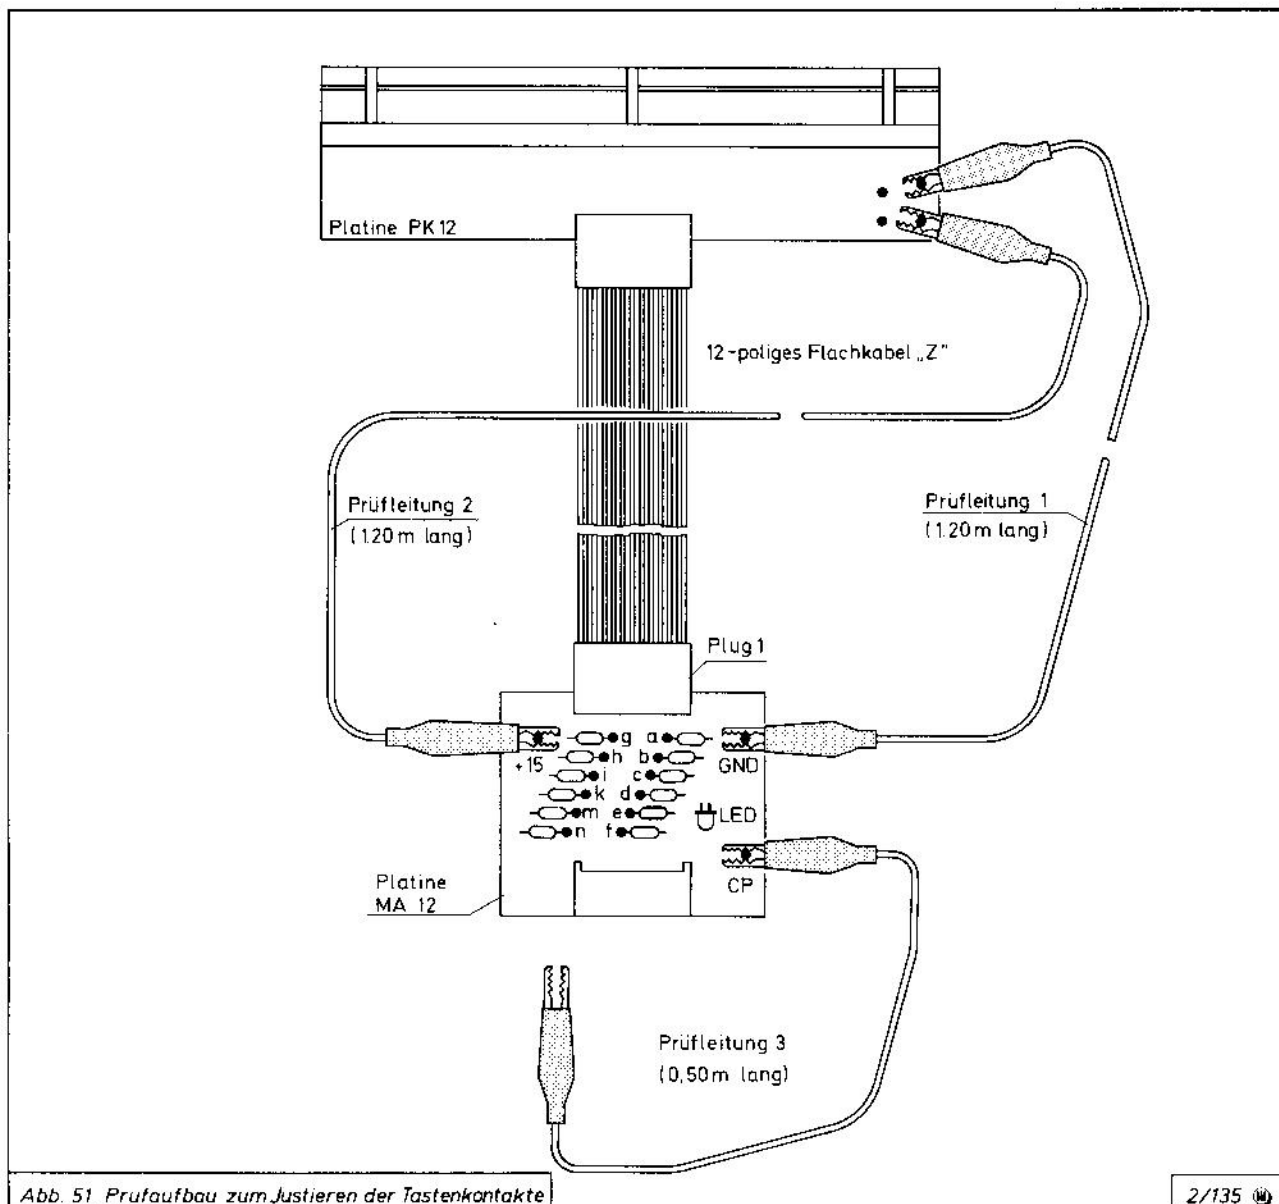

Abb. 51 Prüfaufbau zum Justieren der Tastenkontakte
- d) Stecken Sie das 12-polige Prüfkabel "Z" (40 cm lang, ohne Aufkleber) nach Abb. 51 mit einem beliebigen Stecker auf die Platine PK 12, 6. Oktave (höchste Oktave) auf. Die federnden Kontaktzungen müssen auf die Leiterbahnseite kommen.
- e) Stecken Sie das andere Ende des Kabels "Z" direkt auf den Plug 1 der Prüfplatine MA 12, vgl. Abb. 51. Legen Sie die MA 12 so auf den Gehäuseboden, daß die bestückte Seite oben liegt und Sie auf die Kuppe der Leuchtdiode (LED) schauen.
- f) Klemmen Sie nach Abb. 51 die drei Prüfleitungen (die Sie bereits bei den früheren Vorprüfungen benutzt haben) an die MA 12 bzw. PK 12 an.
- h) Klemmen Sie dazu die Prüfleitung 3 (Abb. 51) an das Widerstandsende "n", das in diesem Falle der F-Taste zugeordnet ist. Dabei verlischt die LED.